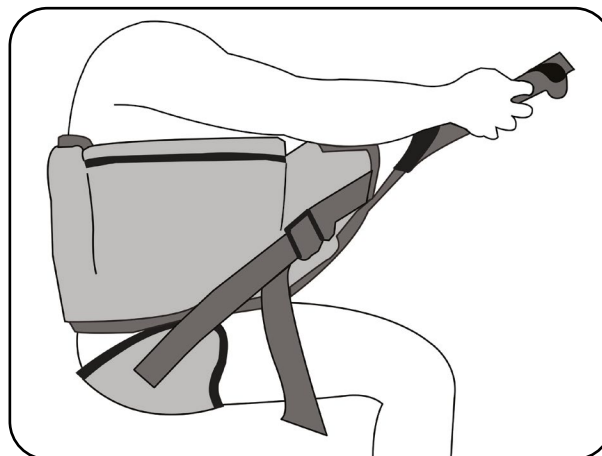

Abb. 9.2.10 – Sitzschaukel unter dem Gesäß des Patienten
15. Zum Positionieren der Sitzschaukel neigen Sie den Oberkörper des Patienten nach vorne. Stützen Sie dabei den Patienten ab, um das Risiko eines Sturzes zu verringern. Lösen Sie die Sitzschaukel vom Klettband und ziehen Sie diese mit Hilfe des Patienten möglichst, eine Handbreit, unter das Gesäß. Ziehen Sie die Sitzschaukel mit den Gurtenden gleichmäßig stramm (Abb. 9.2.10).